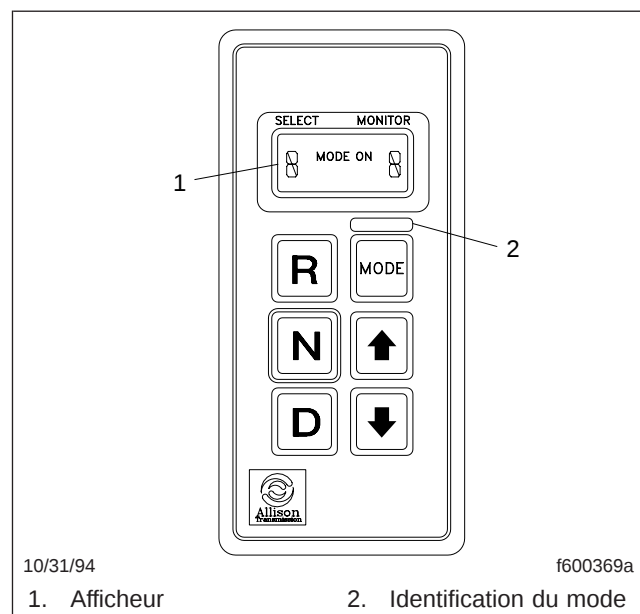

Fig. 5.28, Sélecteur de vitesse à bouton-poussoir d'Allison
Les boîtes de vitesses automatiques possèdent jusqu'à six rapports de marche avant et un (1) rapport de marche arrière. Ces boîtes de vitesses possèdent des commandes de vitesses électroniques pouvant être programmées pour permettre l'utilisation de différentes vitesses nominales sur route. Voir la figure 5.28.